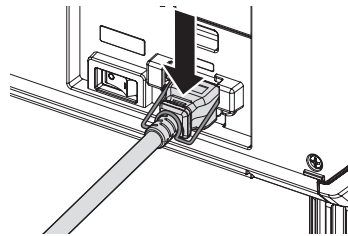

図 4
- 4) 電源コードホルダーの先端を電源コードにしっかりとめ込んで、電源コードを固定する（図 4）